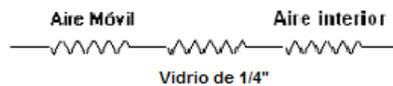

FIGURA 4. Diagrama de resistencia de ventana
Para realizar los cálculos de la carga térmica aportada por las ventanas se aplican las Ecuaciones (3) y (4); se considera un vidrio con las siguientes características: ventana formada por marcos de aluminios conformada por un vidrio polarizado de 6 mm de espesor, teniendo en cuenta el calor por radiación que afecta la carga térmica. Ver Figura 4.